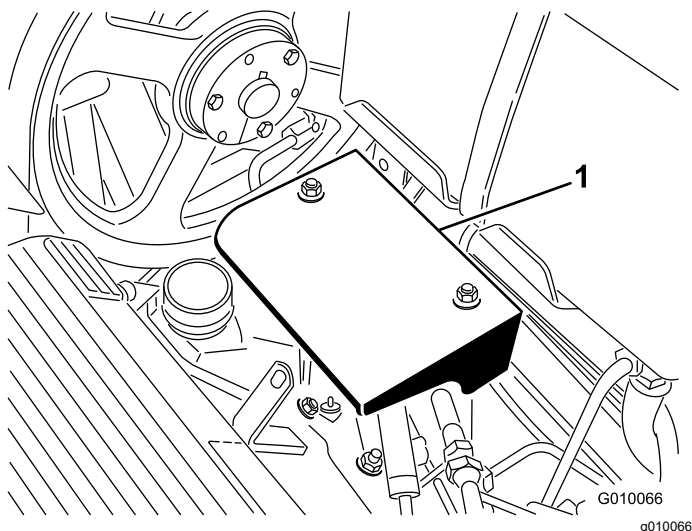

Figura 58
3. Retire las 2 tuercas de montaje del protector de la bomba, y retire el protector (Figura 58).